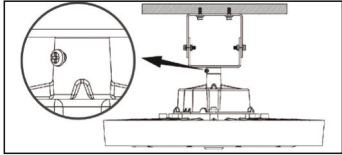

Рис. 3
- 5.12.3 Вставьте шпильку кронштейна в специальное отверстие с резьбой в верхней части осветительного прибора и надежно затяните, затем надежно затяните установочный винт, чтобы предотвратить ослабление крепления кронштейна (рис. 3).